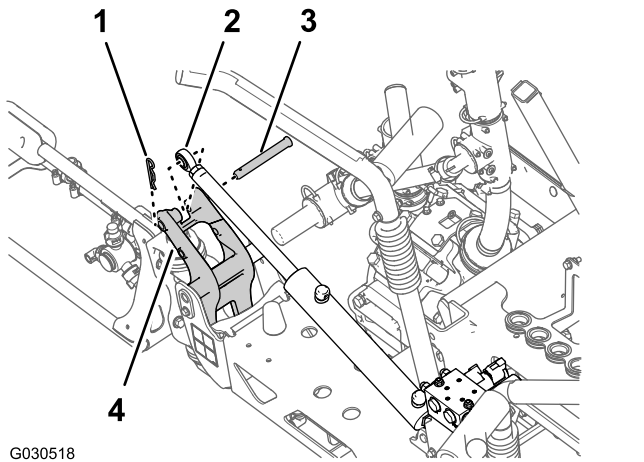

Figure 40
- Retirez la goupille fendue et l'axe de chape qui fixent l'extrémité de la tige du vérin de levage au support de pivot (Figure 40).